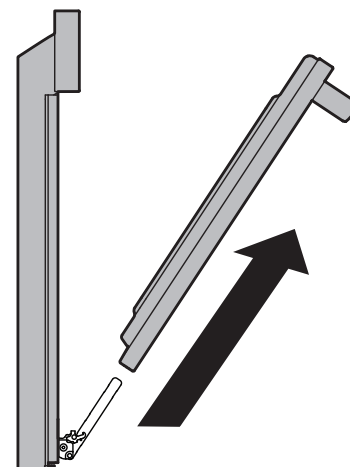

Figure 29: Enlever la porte
4. Tirez le bas de la porte vers vous tout en faisant tourner le haut de la porte vers l'appareil pour dégager complètement les leviers de charnière (Figure 29).
1. Tenez fermement les deux côtés de la porte. N'utilisez pas la poignée de la porte (Figure 29).